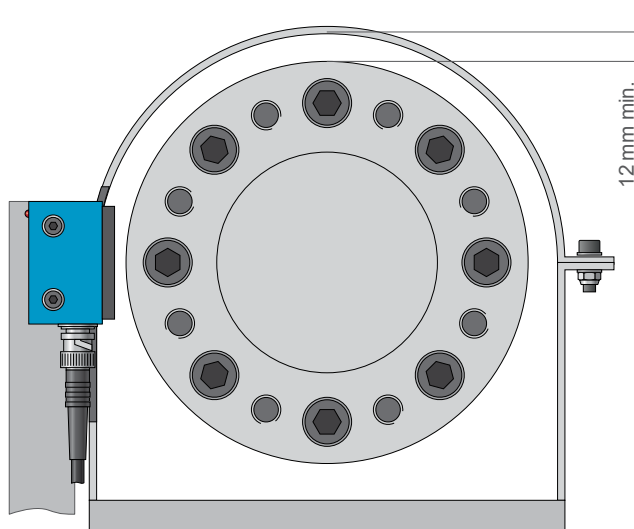

Bild 2-22 Abstand zwischen Flansch und Schutzeinrichtung
- Schutzvorrichtungen sind mit genügend Abstand von rotierenden Teilen aufzustellen. Ein minimaler Abstand von 12 mm zwischen den Schutzeinrichtungen und den rotierenden Anlageteilen ist stets sicherzustellen. (siehe Bild 2-22).